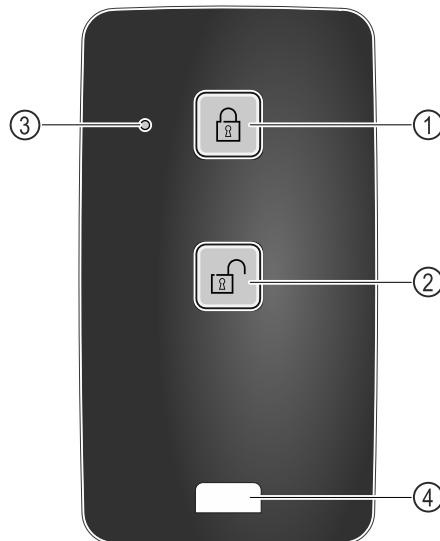

Fig. 147
- Натиснете бутона Fig. 147 (1) на дистанционното управление.
- Натиснете бутона Fig. 147 (2) на дистанционното управление.
- Светодиодът за статуса Fig. 147 (3) осигурява визуална обратна връзка при натискане на бутона.
- Халка Fig. 147 (4) за закрепване на дистанционното управление, например на връзка ключове.